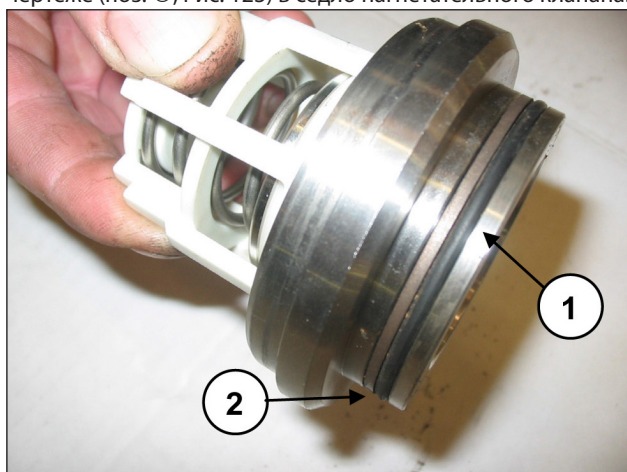

Рис. 123
Установите уплотнительное кольцо O-ring, поз. №6 на детализовочном чертеже (поз. ①, Рис. 123) и антиэкструзионное кольцо, поз. №14 на детализовочном чертеже (поз. ②, Рис. 123) в седло нагнетательного клапана.